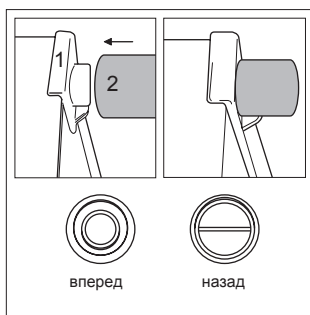

Рис. 2. Установка ограничительных упоров
- Установите ограничительные упоры в верхние углы задней стенки холодильника, как показано на рис. 2. Упоры поставляются, в дверной корзине внутри холодильного отделения;